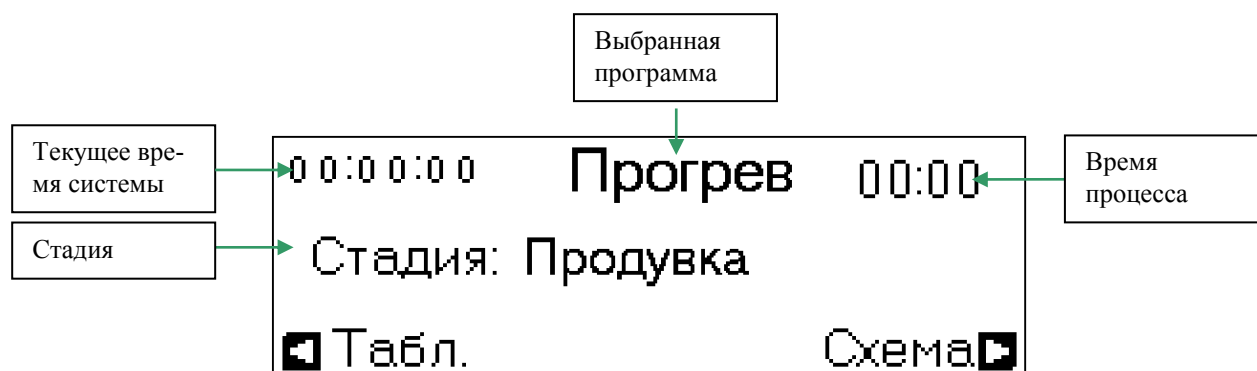

Рис. 10
7.13. После нажатия клавиши «ENT» стерилизатор начинает выполнять программу стерилизации в автоматическом режиме. При этом на экране высвечивается экран «Стадия» (рис. 10).
Нажав клавишу «» можно перейти на экран «Стадия» (рис. 10).